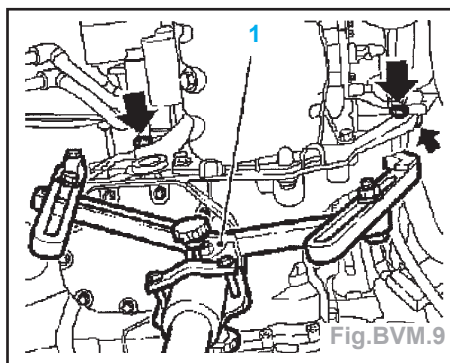

Fig.BVM.9
- Fixer le cric hydraulique à la boîte de vitesses par l'intermédiaire du support de boîte de vitesses **MKM-886-A** (1) (Fig.BVM.9).